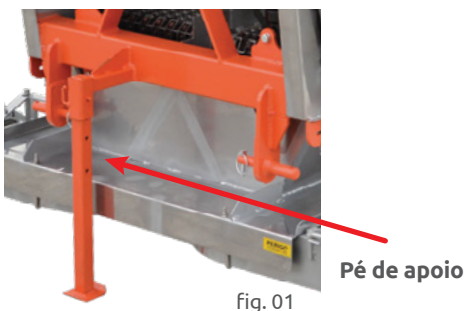

fig. 01
- Suspenda os braços hidráulicos do trator até que possa retirar o pé de descanso do equipamento e então prenda-o no furo abaixo (fig. 01) de forma que não venha a esbarrar no chão no momento da operação;